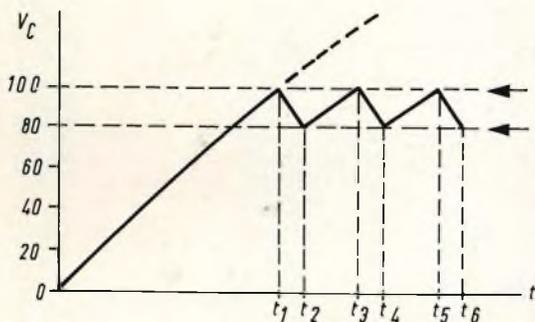

Fig. 4 - Tipica forma d'onda a dente di sega.
Come esempio esaminiamo quindi il comportamento della tensione ai capi del condensatore e supponiamo che le tensioni di innesco e di estinzione del tubo usato siano di 100 e di 80 V, mentre la tensione della batteria d'alimentazione è di 200 V. Da quando l'interruttore S_1 è chiuso, il condensatore inizierà a caricarsi e questo fino al momento t_1 in cui la tensione ai suoi capi raggiunge 100 V. A questo momento il tubo si innesca e la sua bassa resistenza ohmica si trova in parallelo sul condensatore. Il condensatore si scaricherà attraverso questa bassa resistenza e la tensione ai suoi capi diminuirà. Questa diminuzione continua fino all'istante t_2 in cui la tensione di estinzione è raggiunta e in cui il tubo si comporta di nuovo come una resistenza infinita. Il condensatore si ricaricherà fino all'istante t_3 in cui, di nuovo la tensione di innesco è raggiunta e poi il ciclo ricomincia. Si avrà quindi una tensione continua pulsante che varia fra 80 e 100 V, avente la forma di dente di sega. Questa forma è indicata in fig. 4. Il tempo durante il quale il condensatore si carica, dunque $(0 - t_1)$, $(t_2 - t_3)$, $(t_4 - t_5)$, ecc., è determinato dal valore della resistenza (R) e dal condensatore (C), mentre il
Fig. 4 - La curva di risposta F.I. ricavata dai ricevitori AM muniti di trasformatori F.I. convenzionali. È appuntita e larga. Quella ricavata dai ricevitori equipaggiati con filtri ibridi è pianeggiante alla frequenza di risonanza ed ha i fianchi più ripidi.
è espresso in funzione della frequenza. La caratteristica di selettività ottenibile con l'impiego dei risonatori ceramici risulta evidente dalla fig. 4, nella quale è visibile una curva di selettività ricavata in un ricevitore equipaggiato con filtri ibridi, e sovrapposta ad essa si vede una curva di selettività ricavata in un ricevitore impiegante i normali trasformatori di frequenza intermedia formati da bobine e condensatori. Da questa figura appare evidente che in corrispondenza della frequenza di risonanza, la curva ottenuta impiegando risonatori ceramici presenta un tratto pianeggiante mentre i fianchi della medesima risultano molto ripidi, e di conseguenza, la selettività è maggiore.